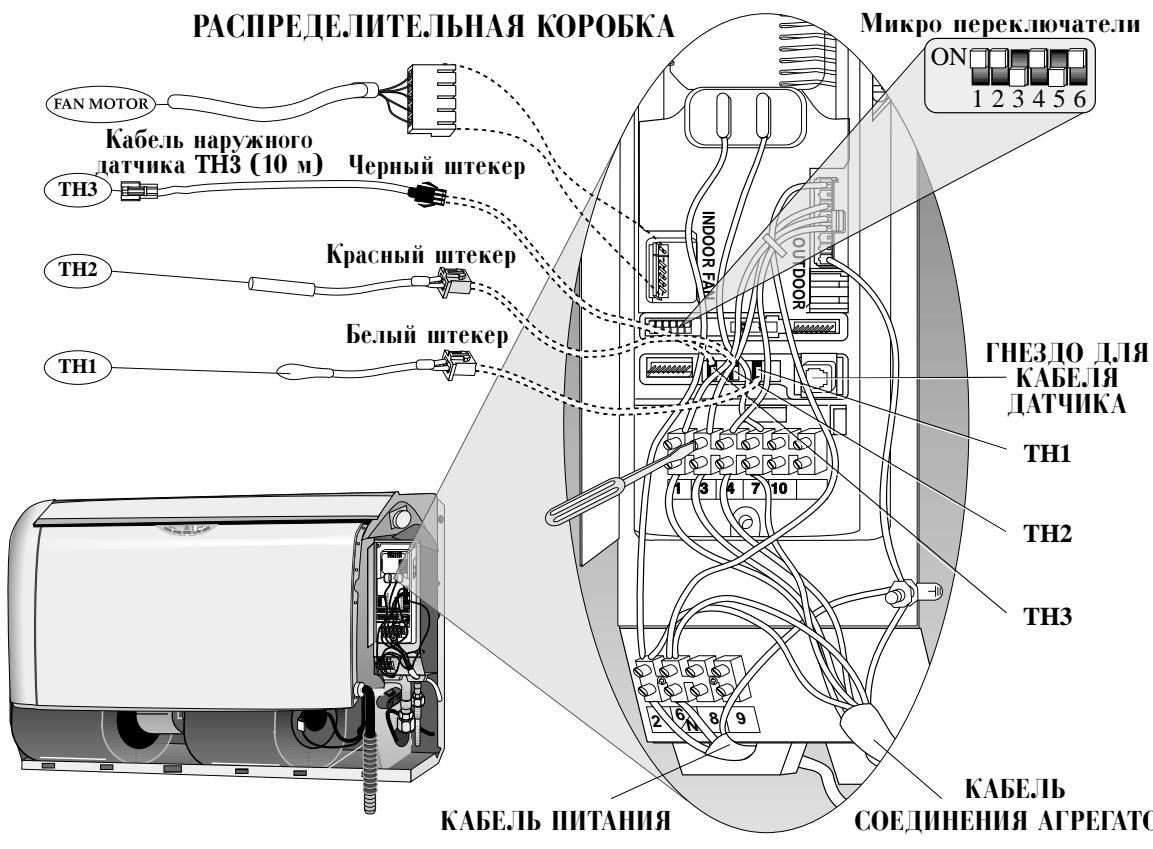

Рис. 10
**Примечание:** Позаботьтесь о том, чтобы чтобы кабели шагового двигателя и дисплея были отсоединены от электронного блока управления (см. рис. 10).
- С помощью отвертки вставьте зачищенные концы проводов (8 мм) в клеммную коробку, как показано на рис. 10.
- Подключите штекер ТН3 кабеля наружного датчика к соответствующему разъему клеммной коробки (см. рис. 10).
- Подсоедините разъем панели индикатора к печатной плате панели индикатора (см. рис. 10).